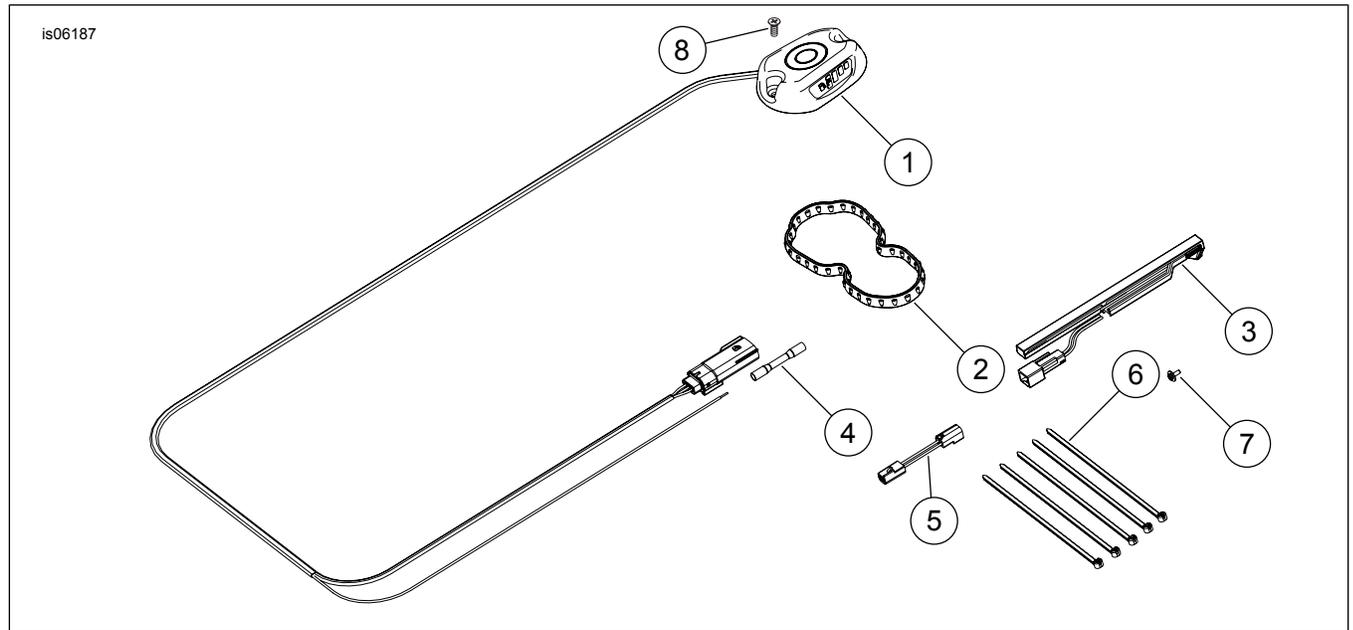

Abbildung 4. Ersatzteile für Sportster Kraftstoffstandanzeige
Siehe Abbildung 4 und Tabelle 1.
- a. Den Kraftstoffstandsensoren wie abgebildet in das Kraftstoffpumpenmodul einbauen und den Sockel in die Montageöffnung (4) der Kraftstoffpumpe einsetzen.
- d. Den Kraftstoffstandsensoren mit der Schraube (3) an der Kraftstoffpumpe befestigen. Die Schraube so weit anziehen, dass der Kraftstoffstandsensoren an der Befestigungszunge anliegt.
- e. Verlegen Sie die Verkabelung des Kraftstoffstandsensors unter dem Kraftstoffschlauch und verbinden Sie den Kraftstoffstandsensoren mit dem Steckverbinder des Schalters für niedrigen Kraftstoffstand am Kraftstoffpumpenmodul. Falls erforderlich, Überbrückungskabelbaum verwenden (Abbildung 4, Teil 5).
5. Siehe Abbildung 4 >. Den Kabelbaum der Kraftstoffstandanzeige entlang des Lenkers bis zum Hauptkabelbaum verlegen, dabei der Verkabelung des Blinkers folgen. Führen Sie ihn dann innerhalb der Spulenhalterung und der Hauptkabelbaum-Elektriktafel entlang des Rahmenrückens zurück in Richtung Sitzschale.
- Den Kabelbaum der Kraftstoffstandanzeige und das orangefarbene Kabel mit Kabelbindern (6) am Hauptkabelbaum befestigen. Überschüssige Kabelbaum- und Kabellänge aufwickeln und sichern.